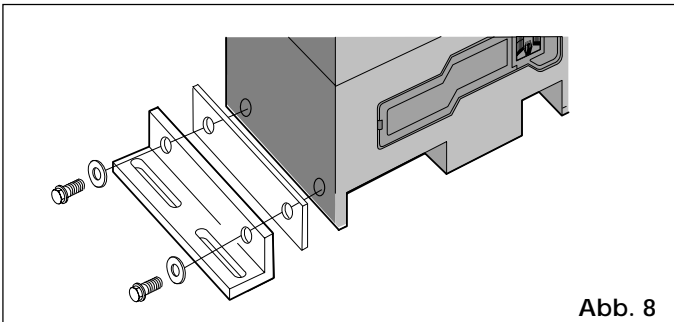

Abb. 8
- 1) Die Befestigungswinkel mit Schwingenschutzplatten nach Abb. 8 an den Antrieb befestigen.